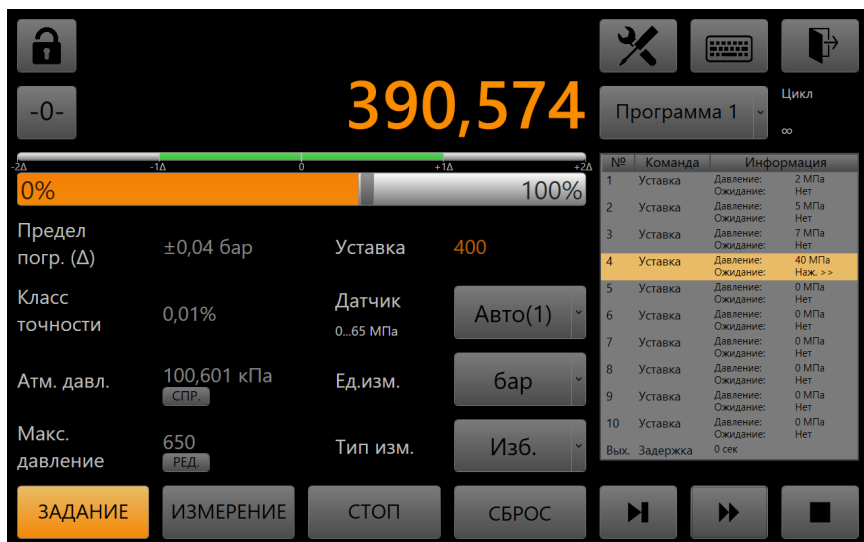

Рис. 9. Задание давления по программе
7.5.3.1 При выборе типа ввода **Программа** экран принимает следующий вид (Рис. 9).